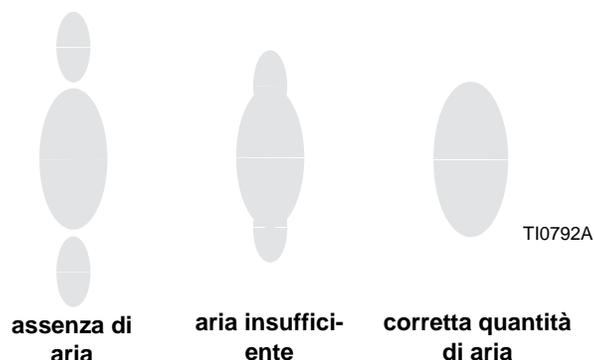

FIG. 15
5. Impostare la pressione dell'aria di nebulizzazione su circa 0,35 bar (3,5 kPa, 5 psi) all'attivazione. Verificare il ventaglio di spruzzatura e poi aumentare lentamente la pressione dell'aria in modo che i residui di spruzzatura siano completamente nebulizzati e concentrati nel ventaglio di spruzzatura. Vedere FIG. 15. Pressioni dell'aria comprese tra sette e 10 psi (tra 4,9 e 7,0 kPa, tra 0,49 e 0,7 bar) sono di norma sufficienti per nebulizzare i residui, soprattutto in presenza di materiali a bassa viscosità. L'impostazione troppo elevata della pressione dell'aria provocherà l'accumulo di materiale sul tappo dell'aria, compromettendo l'efficienza di trasferimento. Non oltrepassare una pressione aria alla pistola di 100 psi (0,7 MPa, 7 bar).